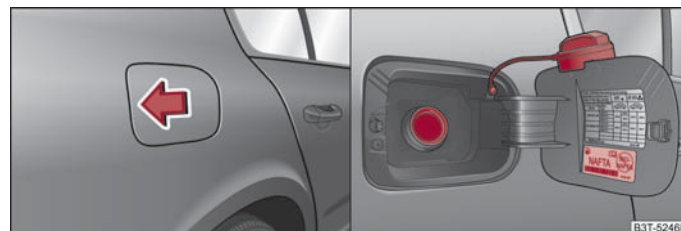

Abb. 11 Fahrzeugseite hinten rechts: Tankklappe öffnen / Tankklappe mit abgeschraubtem Verschluss
- Drücken Sie auf die linke Seite der Tankklappe ⇒ Abb. 11 - links.
- Drehen Sie den Tankverschluss linksherum heraus und stecken Sie ihn von oben auf die Tankklappe ⇒ Abb. 11 - rechts.